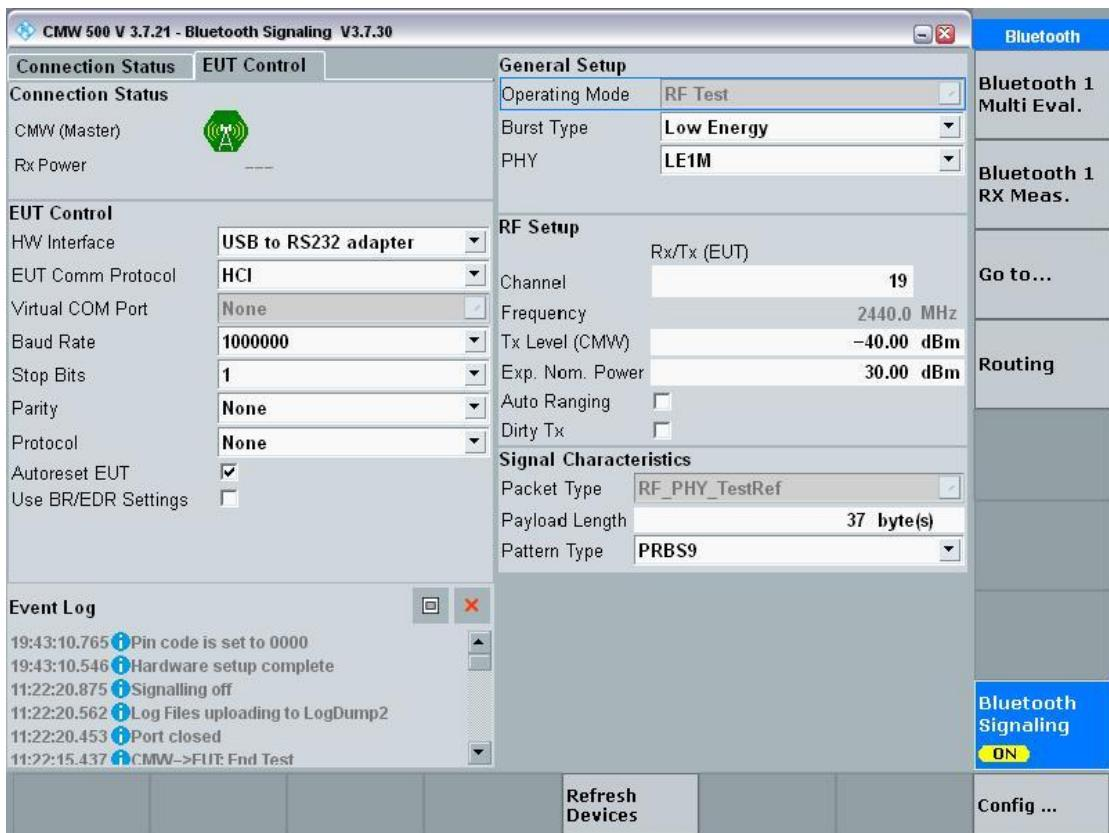

图 3-4
- 此时点击【Bluetooth signaling】再点击按键区的【ON/OFF】打开测试，如图 3-4，仪器基本设置完成。